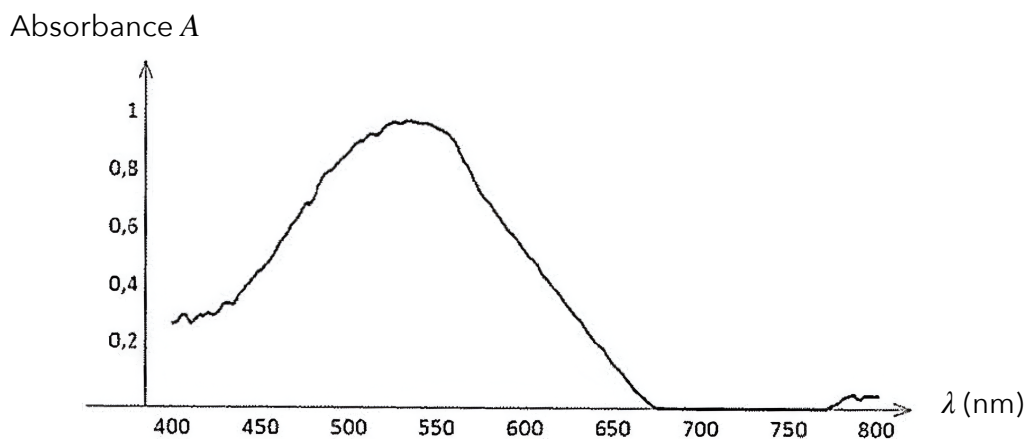

Figure 1 - Spectre d'absorption de l'espèce  $\text{FeL}^+$
Le spectre d'absorption de l'espèce  $\text{FeL}^+$  est présenté sur la **figure 1** ci-dessous.
7. Indiquer la couleur de l'espèce chimique  $\text{FeL}^+$  à partir de son spectre d'absorption (**figure 1**).